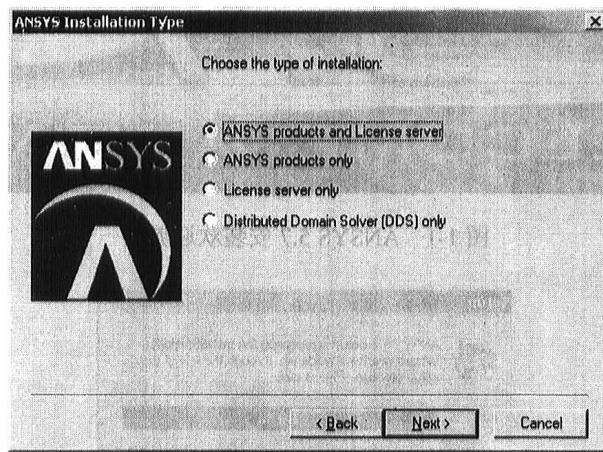

图 1-5 【ANSYS Installation Type】对话框
(6) 在【ANSYS Installation Type】对话框(见图 1-5)，选择 ANSYS products and License server 单选项，单击“Next>”按钮，进入下一步。